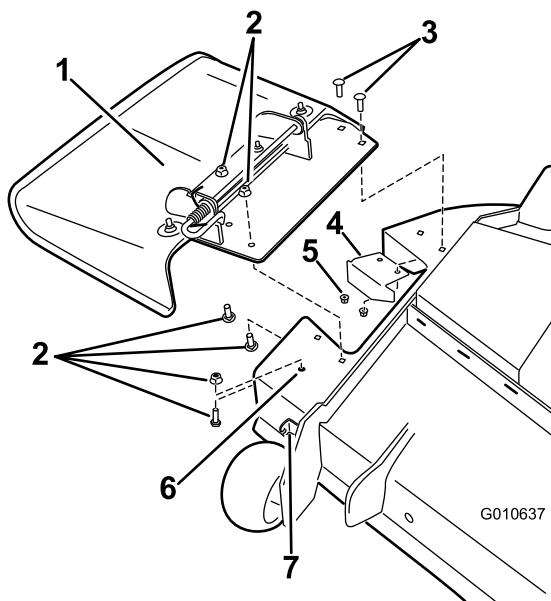
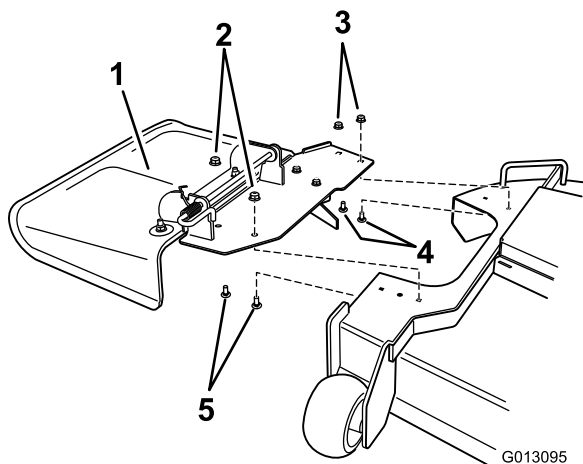

Figura 17
Figura 18
3. Instale el tabique (Figura 17).
4. Instale el conjunto del deflector (Figura 17 y Figura 18).
5. Para carcasas de corte de 54 pulgadas (137,16 cm) solamente, vuelva a colocar el perno y la tuerca en el taladro delantero (Figura 17).